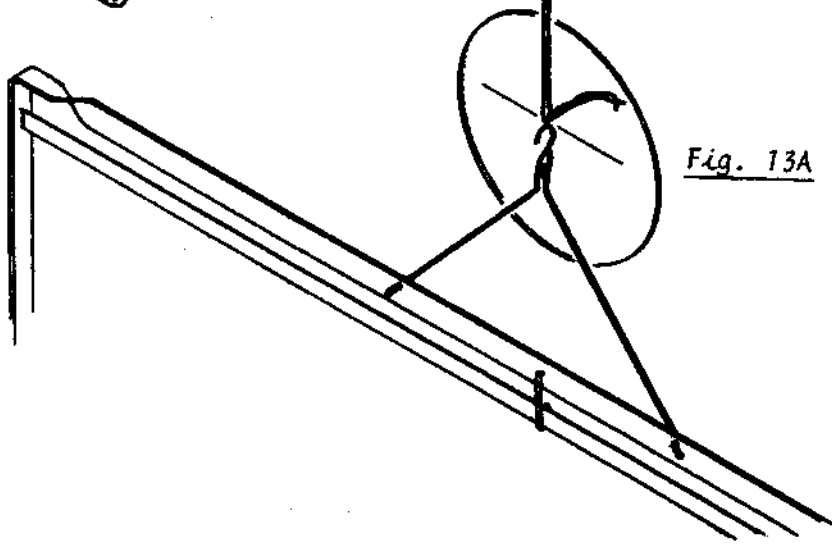

Fig. 13A
1) Mesurer votre corde No 26007359 de façon à ce que la loupe de cette dernière soit juste au-dessus du crochet en S (No 20004299) du cadre à lames. (Fig. 13A)
1) Measure your cord No 26007359 in order that the loop is exactly over the S hook (No 20004299) of harness frame. (Fig. 13A)